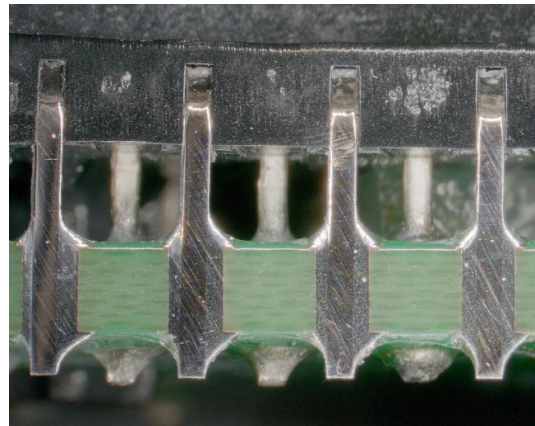

Abbildung 13: Lötergebnis (Querschnitt).
- mindestens 75% Lötabdeckung auf beiden Seiten der Leitungen, siehe Abbildung 13.